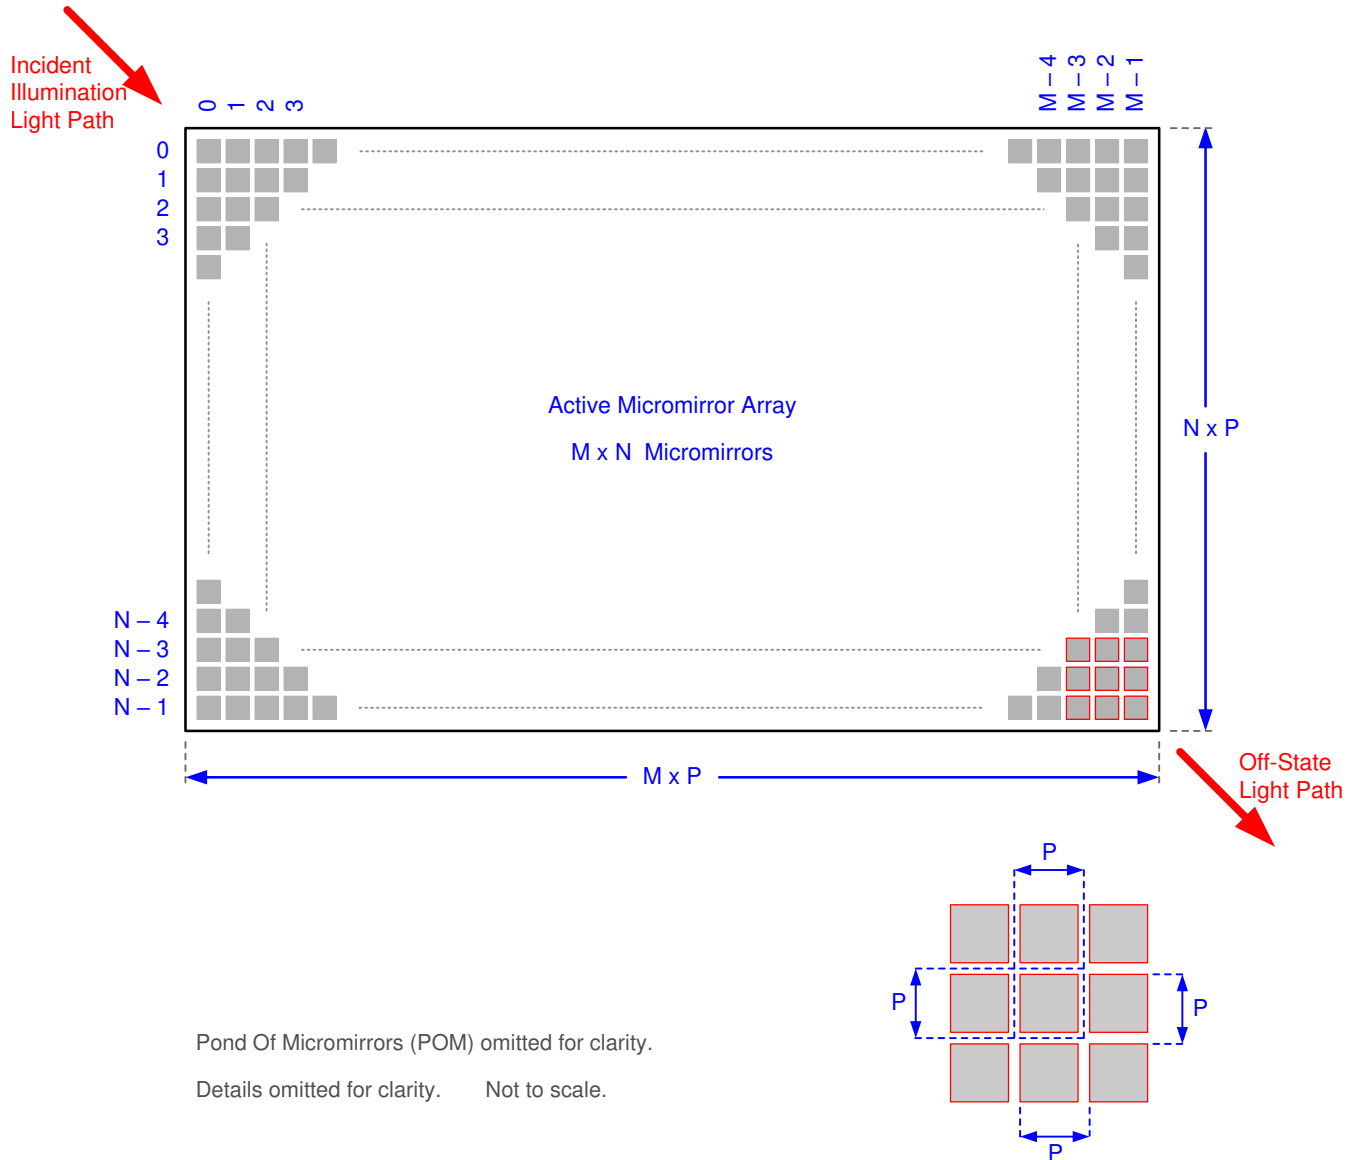

図 5-10. マイクロミラー アレイの物理特性
- (1) 図 5-10 を参照。
- (2) アクティブ アレイの周囲の構造と特性には、部分的に機能するマイクロミラーで POM と呼ばれる帯状の領域が含まれています。これらのマイクロミラーは構造のおよび / または電気的に、明るい状態またはオン状態へ傾けることを防止しますが、オフ状態へ傾けるには電気的バイアスが必要です。